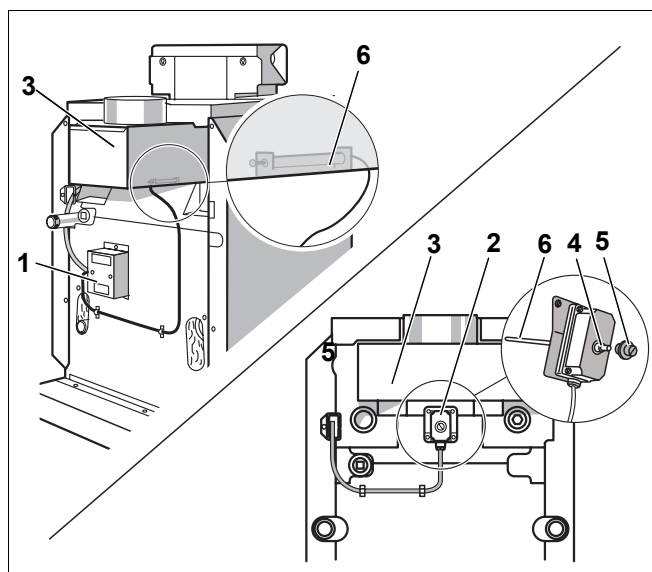

Fig. 6 Supravegherea gazelor arse
- Supravegherea gazelor arse AW 50 (Fig. 6, **Poz. 1**) pornește din nou după câteva minute automat atât timp cât există cerere de căldură.
- În cadrul supravegherii gazelor arse AW 10 (Fig. 6, **Poz. 2**) îndepărtați după ca 10 minute capacul de protecție (Fig. 6, **Poz. 5**) și apăsați apoi butonul de resetare (Fig. 6, **Poz. 4**).